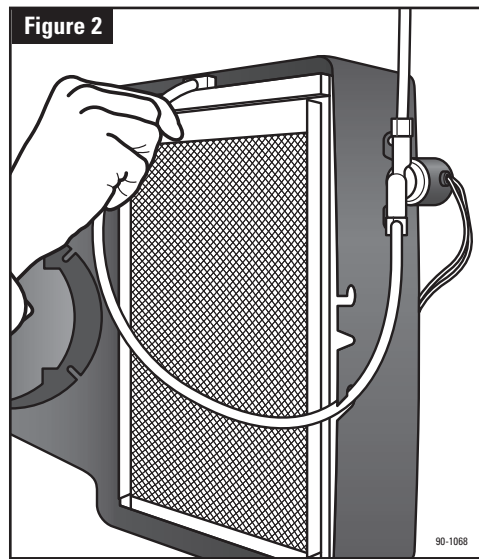

Figure 2
6. Insérez l'ensemble d'évaporation dans la base. Assurez-vous que le fond de l'élément d'élimination des dépôts (6) soit bien appuyé dans l'ensemble de détection du niveau d'eau (9). Enclenchez le dessus de l'ensemble de l'évaporateur dans la base. Insérez le tube d'alimentation dans le plateau de distribution. (Reportez-vous à la Figure 2.) Assurez-vous que le couvercle du flotteur (14) est enclenché en place et que les flotteurs (13) se déplacent librement de haut en bas. Pivotez la plaque signalétique (11) si nécessaire afin qu'elle soit à l'endroit. Placez la pointe de la poignée du registre de dérivation (8) à « WINTER » (hiver ou ouvert) pour la saison de chauffage et à « SUMMER » (été) pour la saison de climatisation.